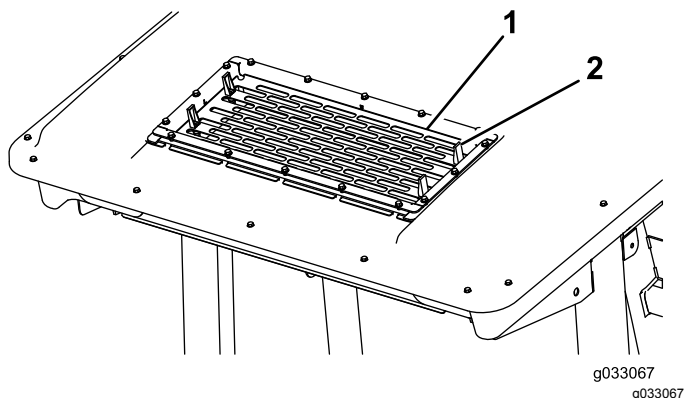

Рисунок 53
2. Поднимите 4 фиксатора на решетке кондиционера воздуха (Рисунок 53) и снимите решетку с верхней части кабины.